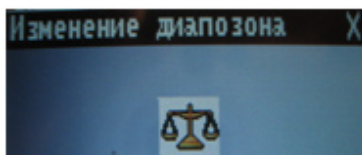

Рис. 4. Окно установки модуля
6. Нажмите на окно модуля pH в левом верхнем углу дисплея (рис. 2). Откроется диалоговое окно. Нажмите кнопку **Калибровка**  в этом окне, чтобы установить значение измерительного модуля равным 7 (рис. 4).